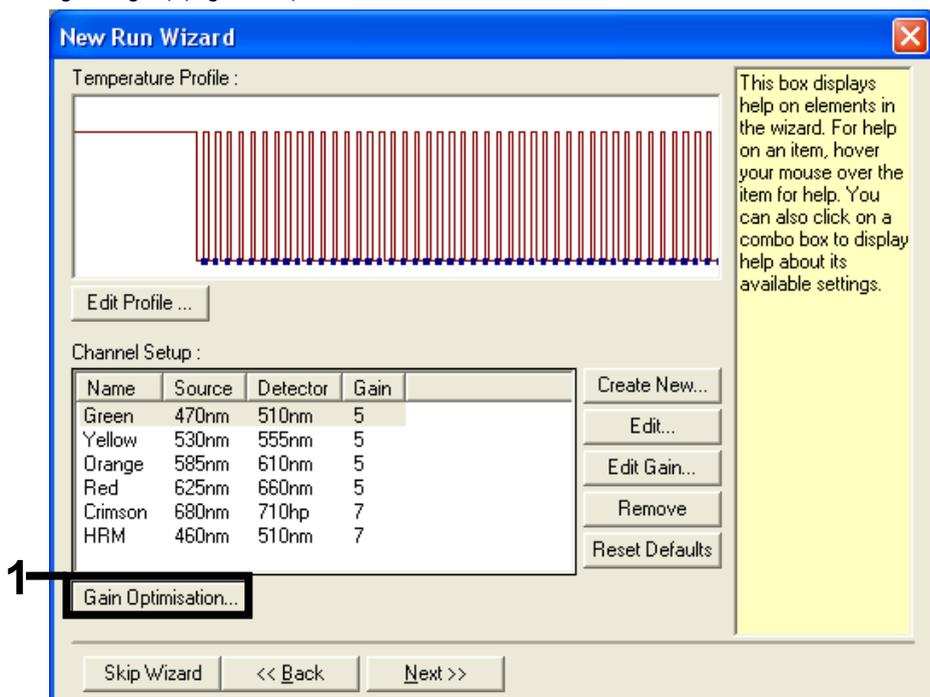

Figura 30. "Gain Optimisation" (Ottimizzazione del gain).
12. Nella finestra di dialogo successiva fare clic su Gain Optimisation (Ottimizzazione del guadagno) (Figura 30).